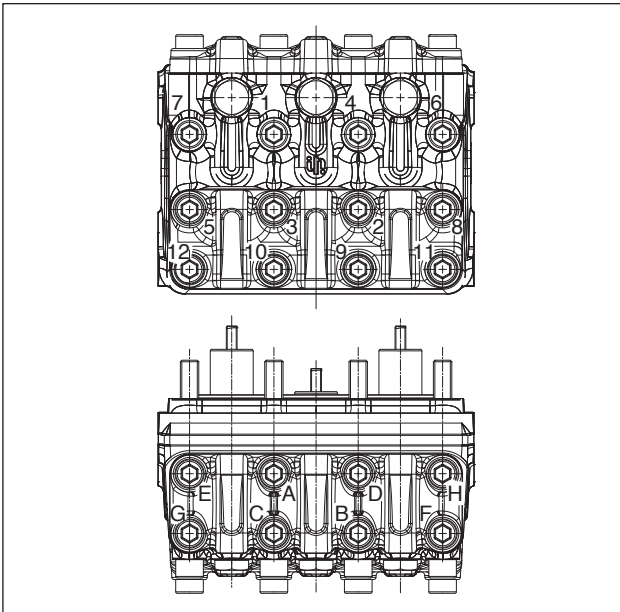
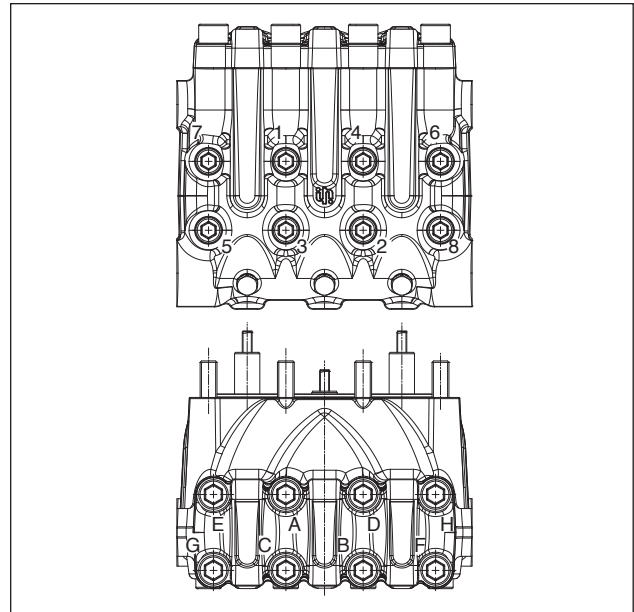

Abb. 50
Abb. 51
* Die Befestigungsschrauben des Pleueldeckels müssen gleichzeitig unter Berücksichtigung der Phasen auf Seite 50 angezogen werden. ** Die Befestigungsschrauben des Kopfs müssen mit einem Drehmomentschlüssel in der Reihenfolge gemäß Schema in Abb. 50 und Abb. 51 angezogen werden. *** Die Befestigungsschrauben des Ventildeckels müssen mit einem Drehmomentschlüssel in der Reihenfolge gemäß Schema in Abb. 50 und Abb. 51 angezogen werden. **** Montieren Sie die Stiftschraube M7, Pos. 35 der Explosionszeichnung, auf das Distanzstück, Pos. 34 der Explosionszeichnung, mit LOCTITE 243 Art. 12006400